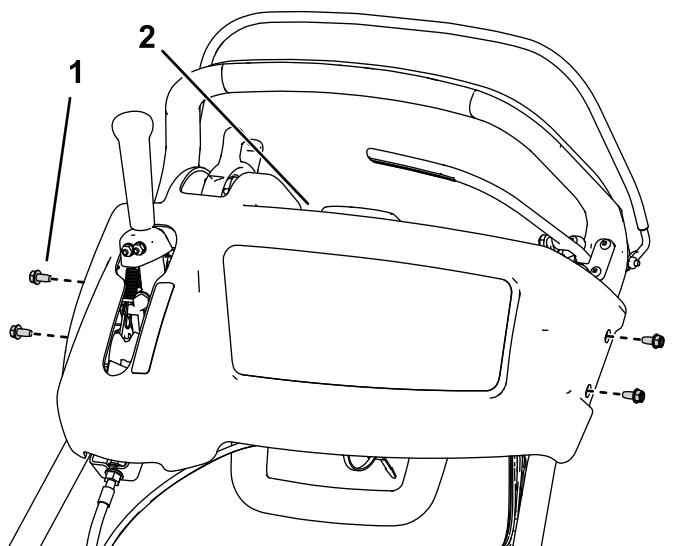

Figure 2
1. Retirez les 4 boulons qui fixent le couvercle sur la console, et déposez le couvercle (Figure 2).